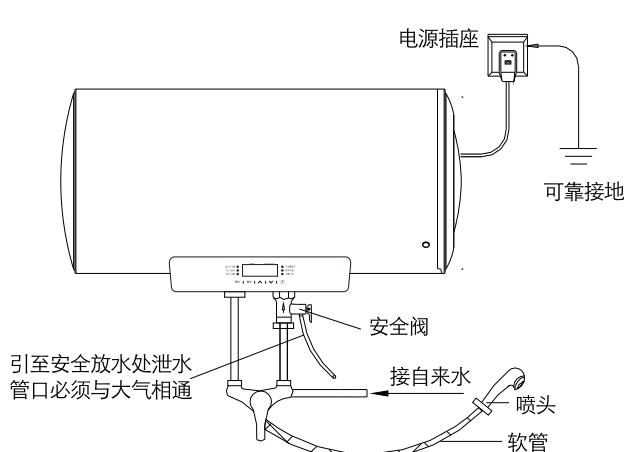
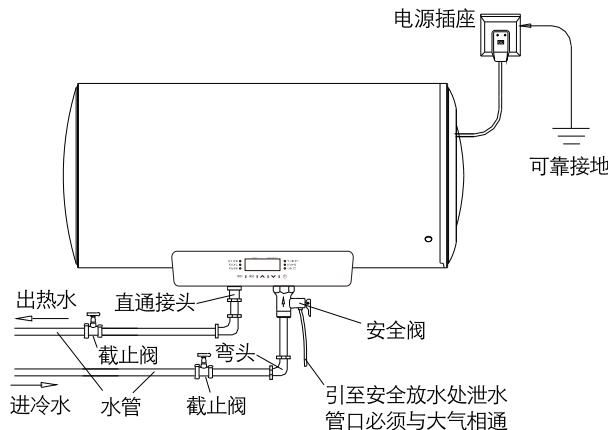

图 4
图 5
- 安装示意图见图4；若用户的热水器为多路用热水，安装则参考图5所示。